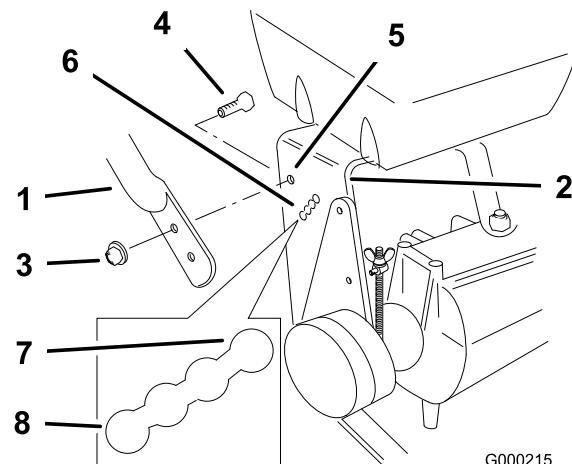

Figura 17
2. Afloje los pernos con arandela prensada superiores (3/8 x 1 inch) y la tuerca con arandela prensada que fijan el manillar al bastidor trasero (Figura 17).
- Retire los pernos con arandela prensada inferiores &Bolt3_8x1 y las tuercas con arandela prensada que fijan el manillar al bastidor trasero (Figura 17).